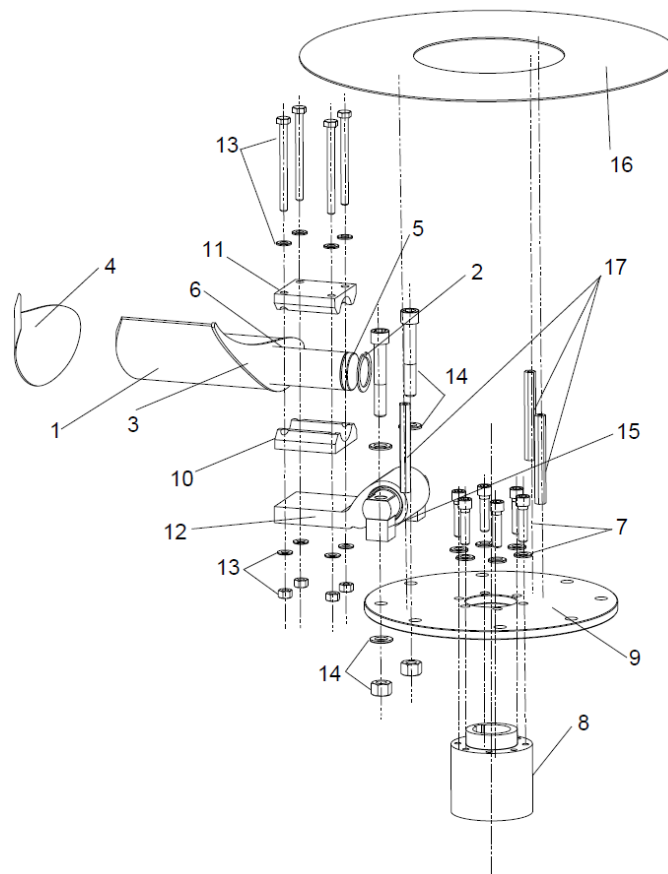

Рисунок 2-3: Подробные сведения об эластомерном соединении, используемом в рабочем колесе "Elastofan"
Рабочее колесо "Elastofan" состоит из следующих деталей (см. Рисунок 2-3):
2.2.7. ОПИСАНИЕ РАБОЧЕГО КОЛЕСА "ELASTOFAN" (Рисунок 2-3)
В состав рабочего колеса "Elastofan" (см. Рисунок 2-3) входят: соединительная втулка, опорный диск и комплект лопастей, закрепленных на упругих опорах.
1. См. Рисунок 2-3.
3. Ослабьте затяжку двух винтов (15), соединяющих упругое соединение и лопасть с двумя изогнутыми пластинами с упорными вкладышами. При необходимости, ослабьте затяжку четырех винтов (16), соединяющих изогнутые пластины с упорными вкладышами.
4. Тщательно очистите вал лопасти (6).
7. Вставьте предохранительное кольцо (2) в предназначенное для него гнездо на валу лопасти.
8. Затяните гайки (16) попеременно, используя такое же приращение момента затяжки, как в последовательности, показанной на Рисунке 2-6, до тех пор, пока приложенное давление будет достаточным для удержания лопасти в надлежащем положении но не будет препятствовать повороту лопасти вокруг ее продольной оси.